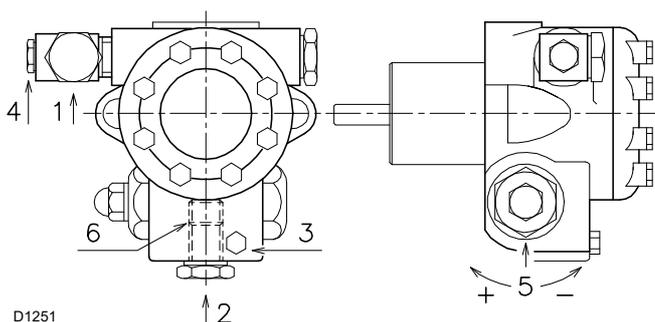

Fig. 30
Afin que la pompe puisse s'enclencher automatiquement, il est indispensable de desserrer la vis 3)(Fig. 30) de la pompe, pour purger l'air contenu dans le tuyau d'aspiration.
- Quand le fioul ressort par la vis 3)(Fig. 30) la pompe est amorcée.